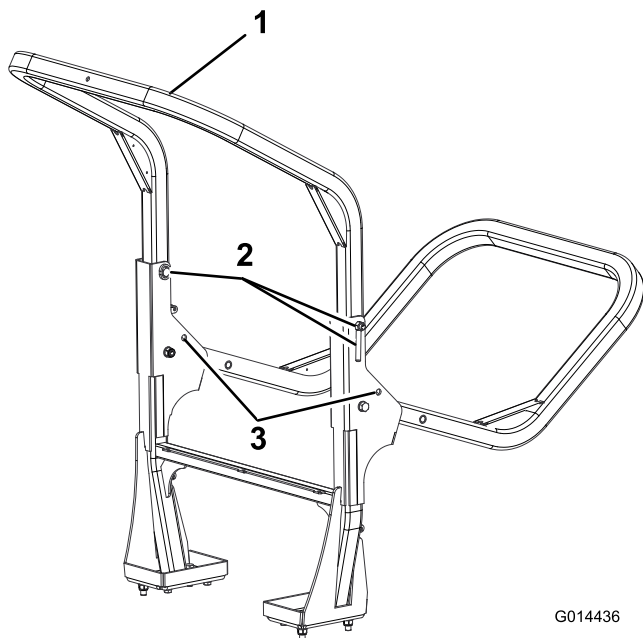

Figura 38
2. Suporte o peso da estrutura superior enquanto remove as porcas, anilhas e parafusos de retenção dos suportes articulados (Figura 38).